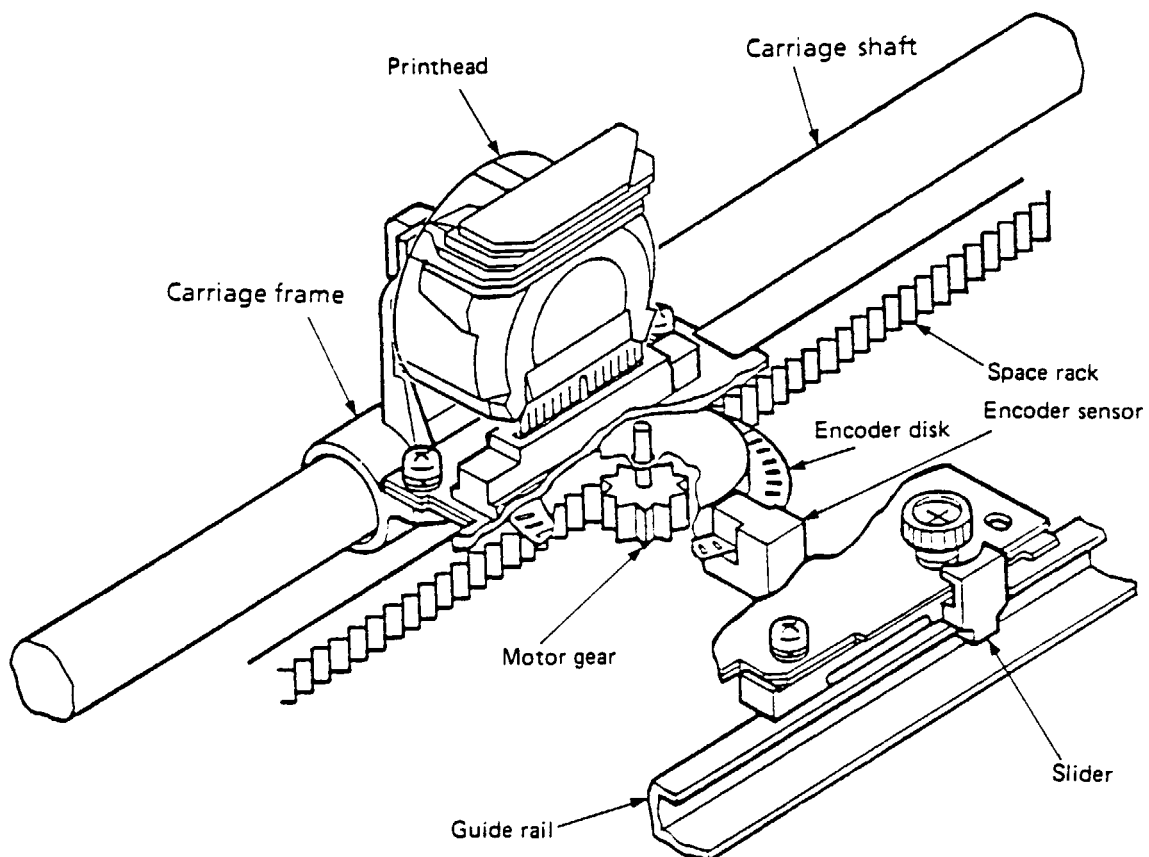

Abbildung 3.4
3.2.2 Druckkopfsteuerung (siehe Abbildung 3.4)